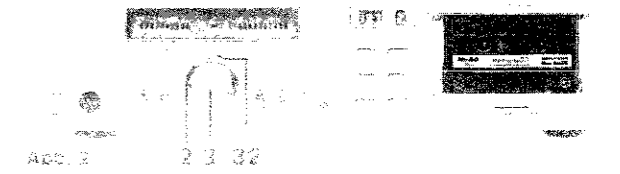

Abb. 2
- Boden abnehmen (Abb. 2) und aufbewahren